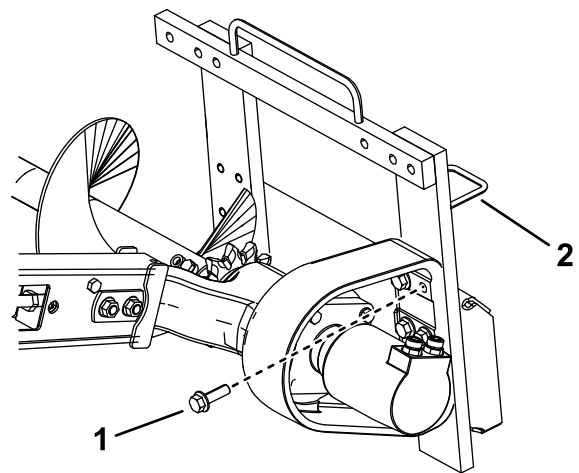

Figura 7
3. Remova os 6 parafusos que fixam a cabeça do abre-valas à estrutura (Figura 7).
11. Mova os tubos do guia de tubos na parte superior do abre-valas para o guia de tubos no lado esquerdo (Figura 7).